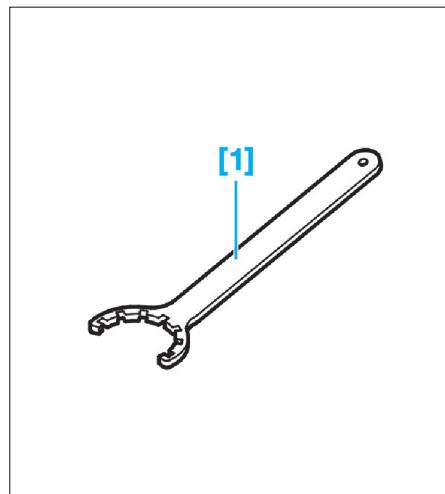

FIG. 14
- [1]. Clé pour dépose du cylindre récepteur d'embrayage (réf : 999 7172) (Fig.14).